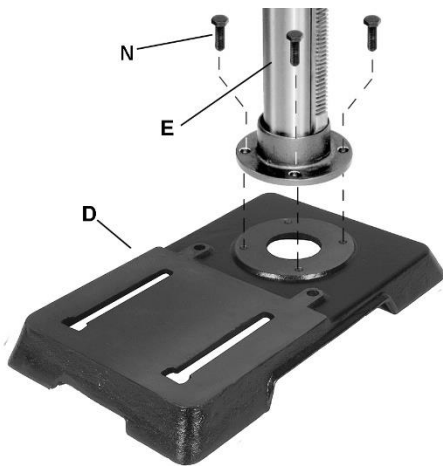

Рис. 5
См. Рис. 5:
2. Поверните бабку так, чтобы боковые стороны крышки ременной передачи (A₁) располагались параллельно боковым сторонам основания (D, Рис. 5).